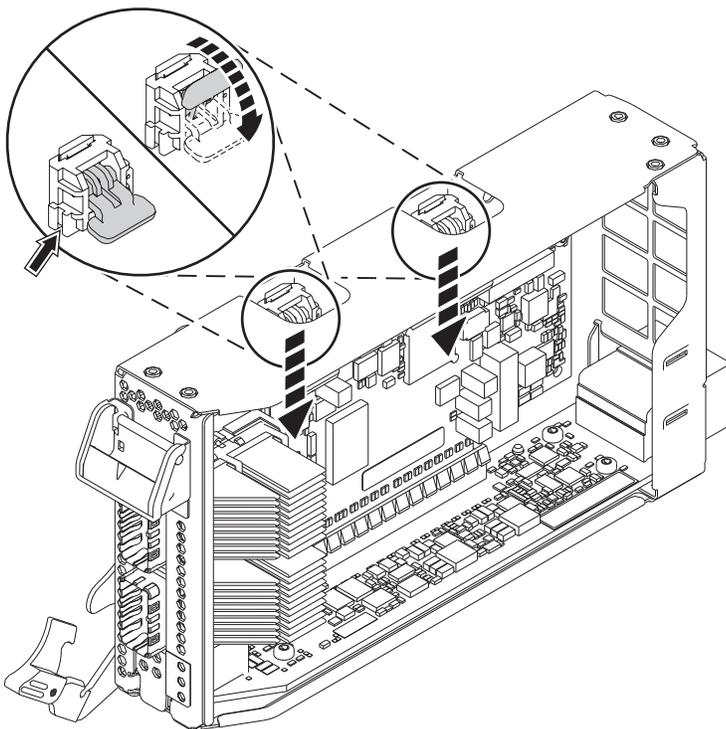

図 19. カセット・ラチェットのロック
- d. カセットの上端にあるカセット・ラチェットを回転させて、アダプターを固定します。図 19 を参照してください。